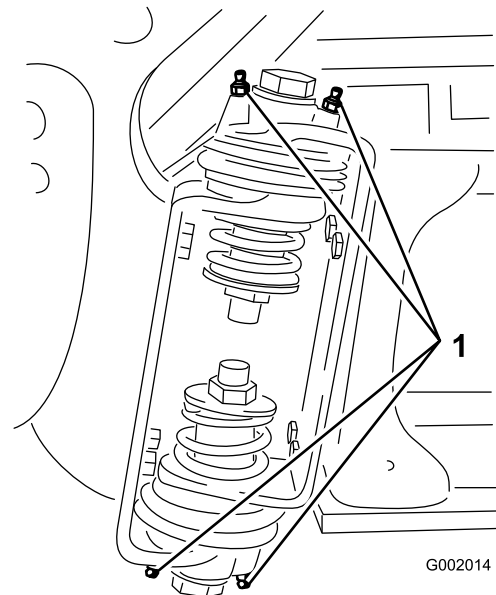

Bild 42
2. Pressen Sie Fett in die Lager oder Büchsen jedes Anschlussstückes Bild 42.